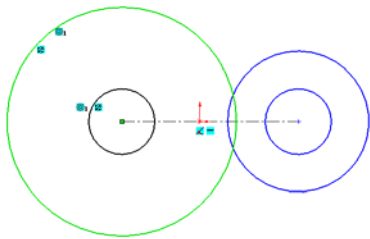

图 2-74 添加约束几何关系
⑤ 以同样的方法绘制两个同心圆，半径分别为 R130 和 R80，在图形绘制区域单击鼠标右键，在弹出的快捷菜单中选择“添加几何关系”命令，在属性管理器中选择两个圆，添加同心以及固定几何关系。此时的图形中出现约束几何关系图标如图 2-74 所示：